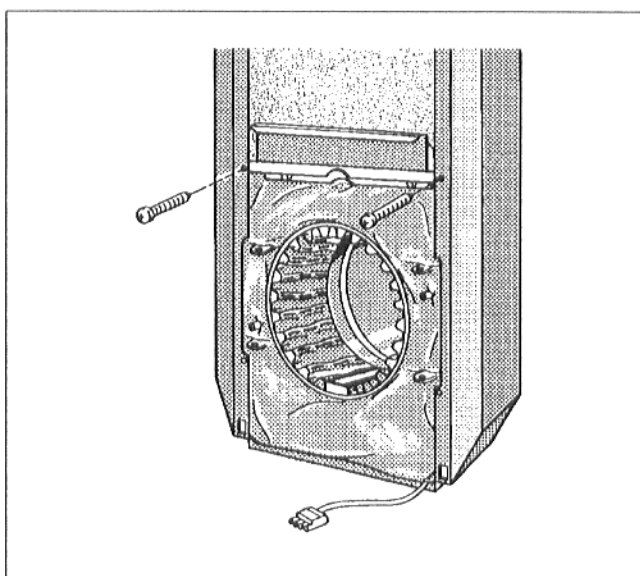

Fig. 10
- Visser les panneaux latéraux aux traverses avant et arrière à l'aide de vis Parker (Fig. 10).